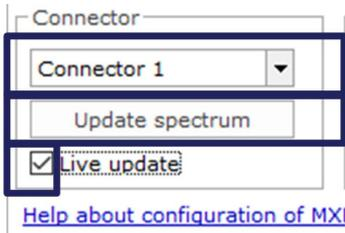

Fig. 5.9 Update spectrum (Actualizar el espectro)
- Cambie el conector seleccionado en la casilla Connector (Conector) (Fig. 5.9).
- Para actualizar el espectro óptico, pulse el botón **Update spectrum** (Actualizar el espectro) (Fig. 5.9).
- Para una actualización continua, active la casilla **Live update** (Actualizar en vivo) (Fig. 5.9).